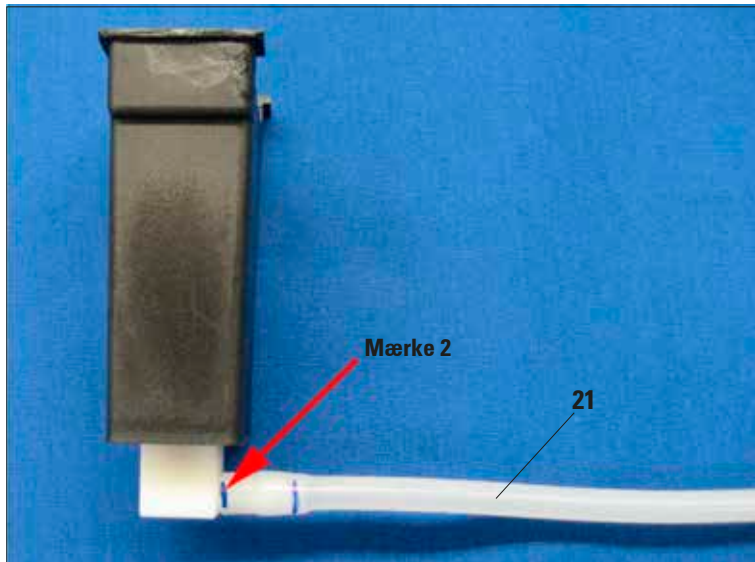

Fig. 26
- Tryk derefter slangen (21) helt ind på koblingen ved at dreje den, til enden af slangen flugter med koblingens sideflade (fig. 26).